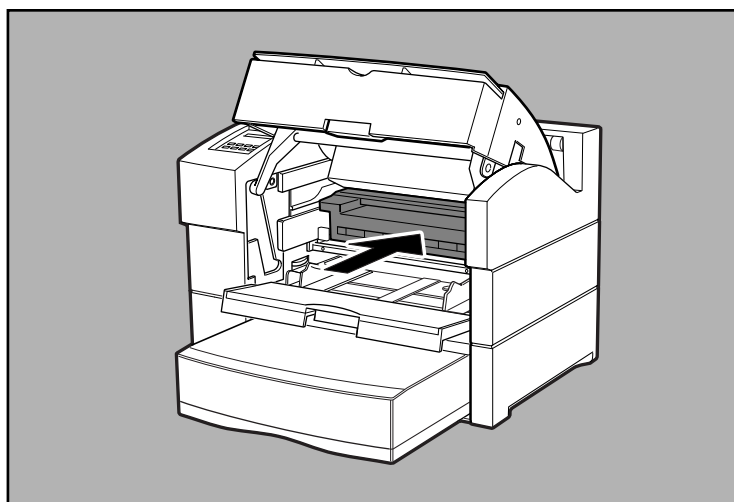

Fig. 2.12 Inserire la cartuccia toner
9. Far scivolare la cartuccia nella stampante finché non si ferma (fig. 2.12).